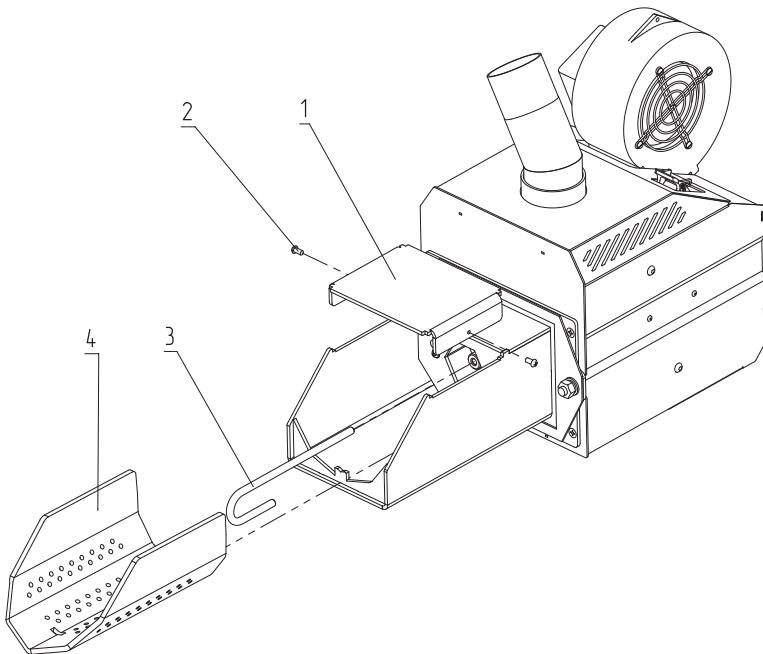

Рис. 8 Порядок сборки горелки
- Установите съемную чашу топки (**Рис. 8, поз. 4**) в лоток горелки;
- Закрутите шурупку (**Рис. 8, поз. 3**), как показано на **Рис. 8**;
- После установки пеллетной горелки на котел, установите съемный отбойник (**Рис. 8, поз. 1**);
- Закрепите отбойник фиксирующими винтами (**Рис. 8, поз. 2**).